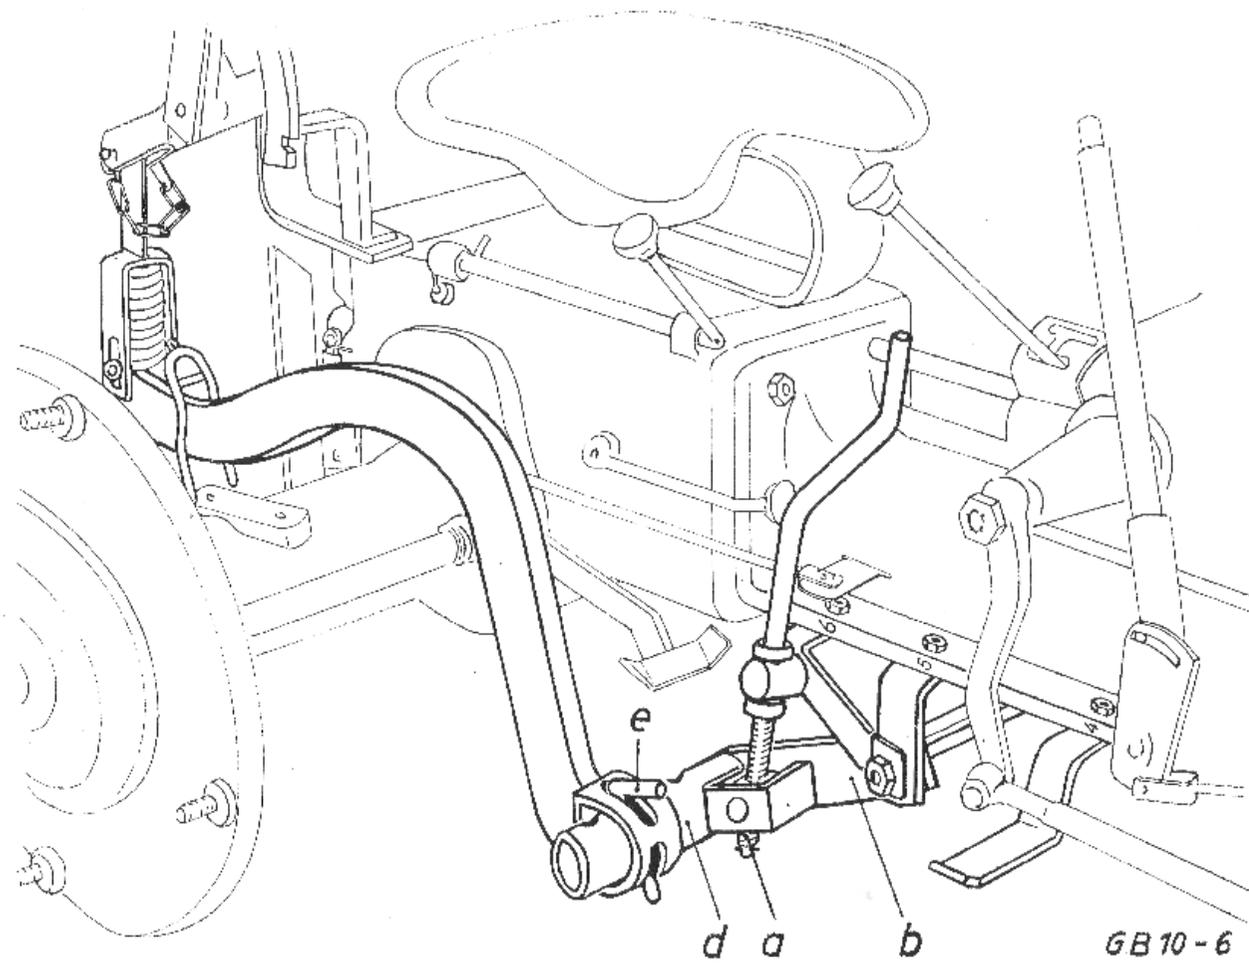

Abb. 1
Die vordere Aufhängung (s. Abb. 1), bestehend aus dem vorderen Lager mit Verstellspindel (a) und dem Grindellager (b), wird von der Seite her unter den Schlepperrumpf geschoben, angehoben und mittels der 4 Sechskantschrauben M 12 x 45 lg. in den 4 Bohrungen, die mit den Zahlen 5 und 6 bezeichnet sind, am Rahmenträger festgeschraubt. (Die Zahlen sind an beiden Seiten des Rahmenträgers eingegossen.)
C. Einstellung des Pfluges (s. Abb. 1 und 2)